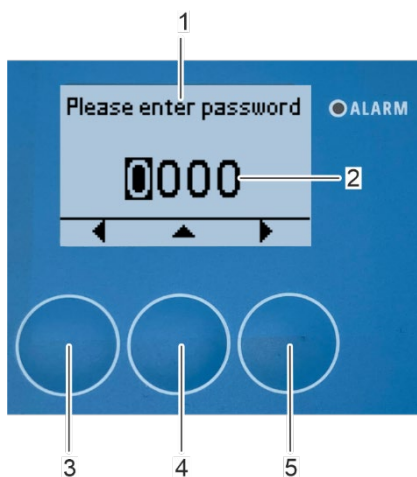

Figura 122: Introducir la contraseña
⇒ En la pantalla aparecerá la indicación «Introduzca la contraseña» (Figura 122/1).
3. Introduzca la contraseña (Figura 122/2) utilizando las teclas de flecha [arriba] (Figura 122/4), [izquierda] (Figura 122/3) y [derecha] (Figura 122/5).
4. Pulse el botón de flecha [derecha] (Figura 122/5) cuando haya seleccionado el último dígito de la contraseña.